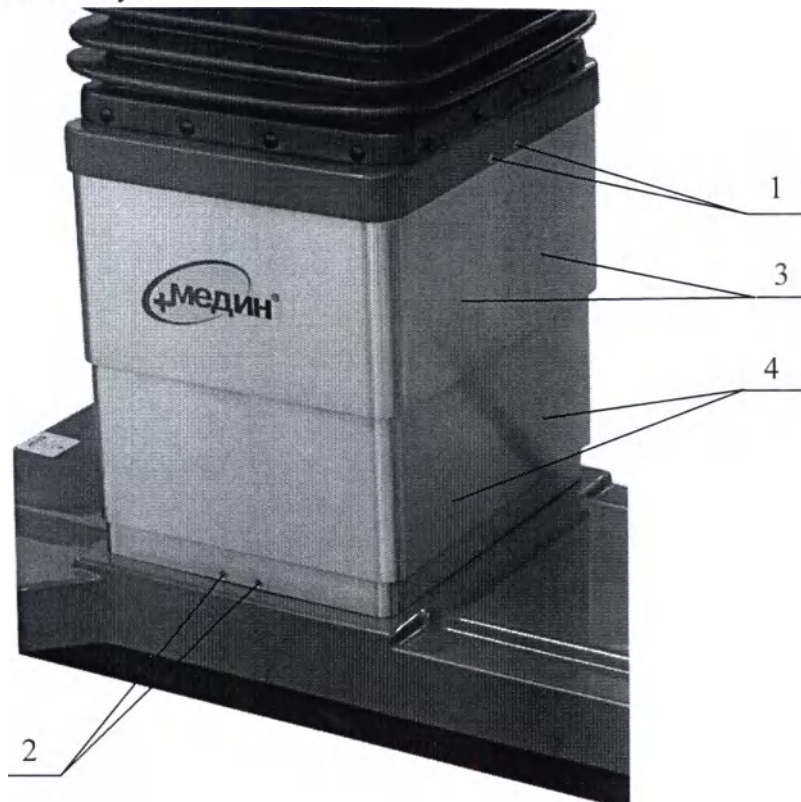

Рисунок 13. Снятие обшивок тумбы
- отверните винты 1 (4 шт., Рисунок 13);